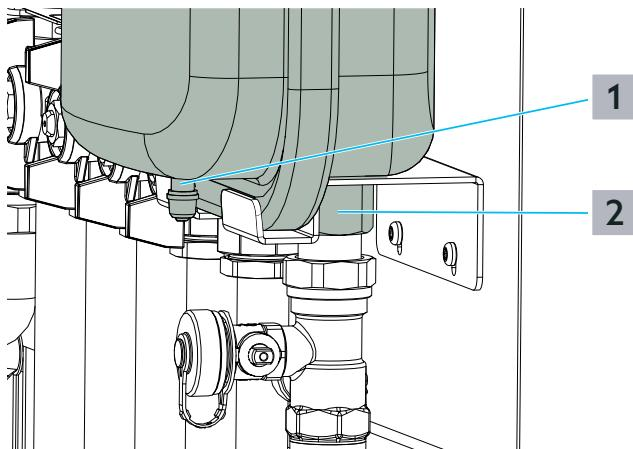

Abb. 4: Position Befüllventil und Anschluss Membranausdehnungsgefäß
- 7** Dichten Sie den Anschluss des Membranausdehnungsgefäßes ein und schrauben Sie den Adapter für das Kappenventil (siehe Abb. 1 auf Seite 5 (5)) an den Anschluss G $\frac{1}{2}$ (siehe Abb. 4 auf Seite 8 (2)).